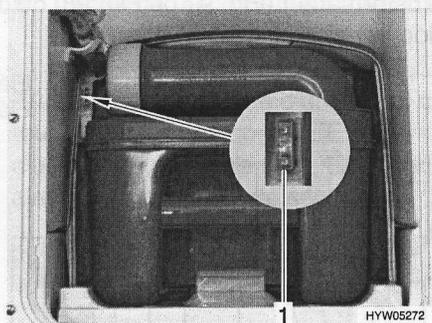

Fig. 103 Fusible des toilettes Thetford
- Changer le fusible (Fig. 103,1).